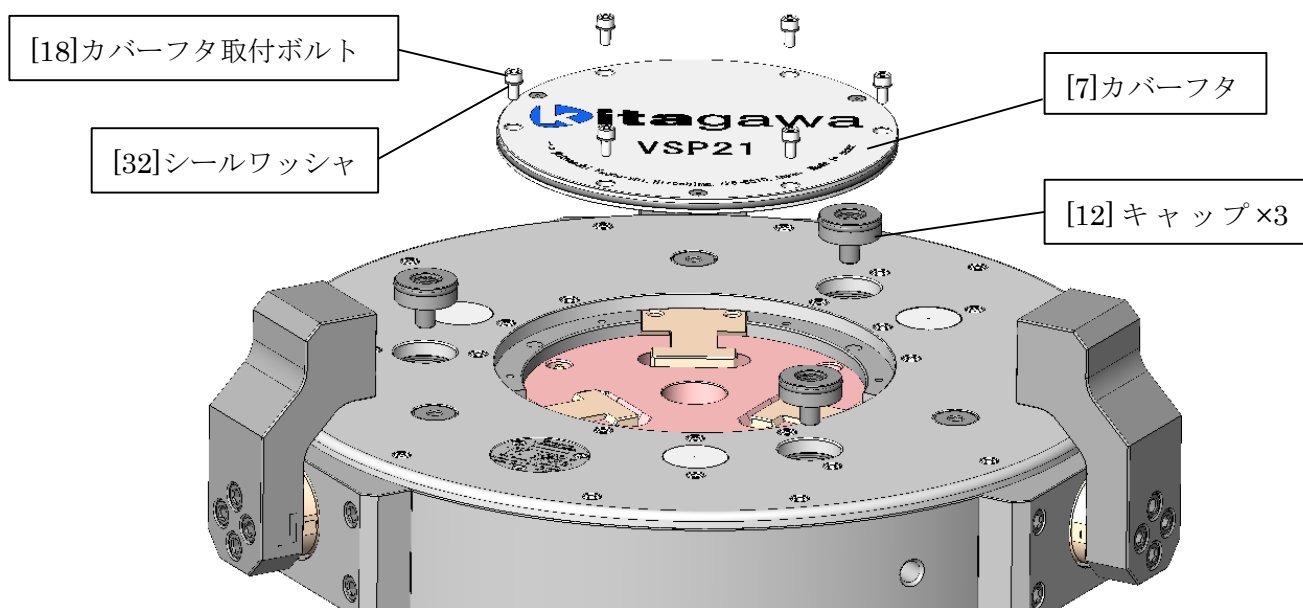

図 19 カバーフタ取付
- ・アイボルト M12[39]を外した後、キャップ[12]を 3 個取付けて下さい。チャック中心にカバーフタ[7]をカバーフタ取付ボルト[18]とシールワッシャ[32]を規定トルク(10N・m)で締め付けてください。(図 19 参照)